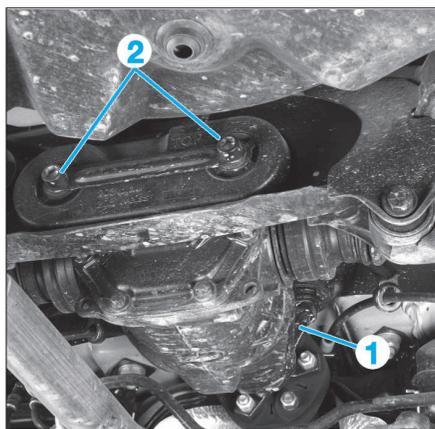

FIG. 10
- le vis (1) (Fig.10) de fixation AV du différentiel.
- les 2 vis (2) de fixation AR du différentiel.